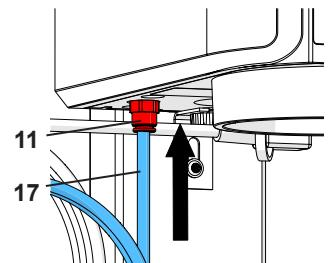

Fig. 5-a
**En equipos anteriores, el filtro de entrada (12) viene montado fuera del propio equipo (Fig. 5-b). En estos casos, introducir la manguera de aire comprimido (17) en el filtro de entrada (12). Para ello hay que salvar una ligera resistencia.